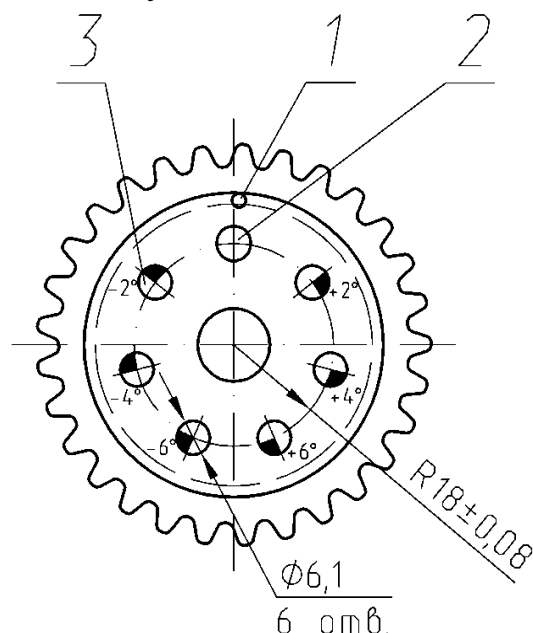

Рис.58. Звездочка распределительного вала с дополнительными отверстиями:
5. По установленному на звездочку распределительного вала кондуктору в каждой звездочке просверлить шесть дополнительных отверстий 3 (рис.58)  $\varnothing 6,1$  мм со следующими угловыми смещениями от номинального положения заводского отверстия 2: